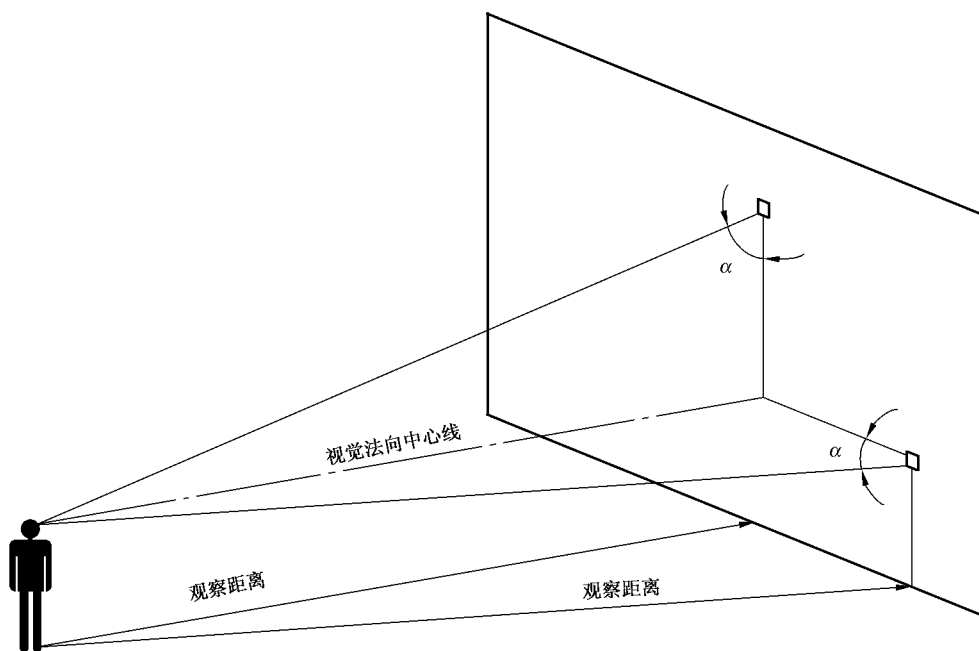

图 8 标志牌平面与视线夹角  $\alpha$  不低于  $75^\circ$
9.3 标志牌的平面与视线夹角应接近  $90^\circ$ ,观察者位于最大观察距离时,最小夹角不低于  $75^\circ$ ,如图 8。